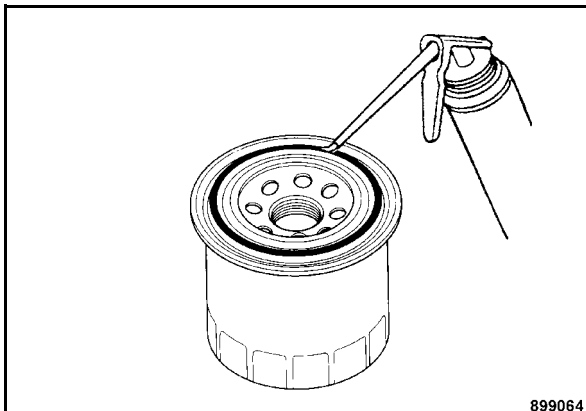

Fig. 112
- Untar la junta de goma del nuevo cartucho filtrante ligeramente con aceite (Fig. 112).